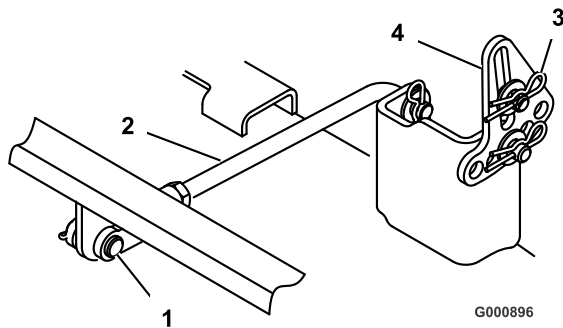

Bild 51
6. Entfernen Sie den Splint und den Lastösenbolzen von den hinteren Drehzapfenstangen (Bild 51) an beiden Mähwerkseiten.
7. Entfernen Sie den Splint und die Scheibe von den Mähwerk-Nivellierhalterungen (Bild 51). Merken Sie sich das Loch, in dem die Nivellierhalterung befestigt ist, für den Wiederaufbau. Schieben Sie die Bügel vom Montagestift herunter.
6. Befestigen Sie die hintere Drehzapfenstange mit dem Splint und dem Lastösenbolzen an jeder Seite des Mähwerks am Traktor (Bild 51).
7. Schieben Sie die Nivellierhalterungen auf die Befestigungsstifte und befestigen Sie die Halterungen mit den Scheiben und Splints ab (Bild 51).